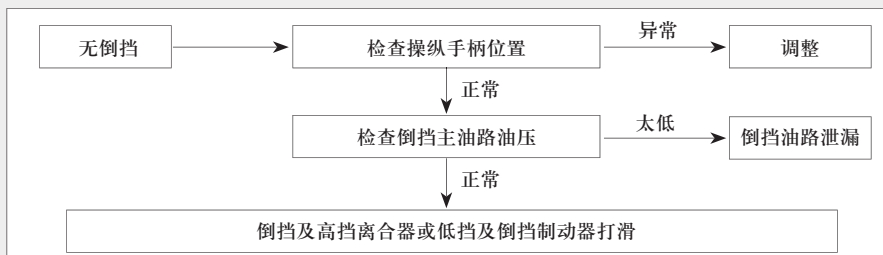

图6 自动变速器无倒挡故障的诊断排除程序
2.作者在分析无倒挡故障原因时,提到了“控制倒挡离合器或制动器因为装配不当存在泄油点,造成接合油压低”。那么为什么在诊断工作开始时不进行油压测试呢?因为油压检测是诊断自动变速器故障最基本的手段之一。图6是自动变速器无倒挡故障的诊断排除程序图。
3.自动变速器倒挡油路分析:变速杆由P(N)位移到R位,带动手动选挡阀移到R位,主压力油经手动选挡阀R位油液出口处分流:①流经1-2挡换挡阀至低倒挡制动器,使低倒挡制动器接合前行星架被固定(1-2挡换挡阀在接通低倒挡制动器压力油时,其他挡位的离合器、制动器油路处于泄油状态,从而起到挡位互锁作用);②流经